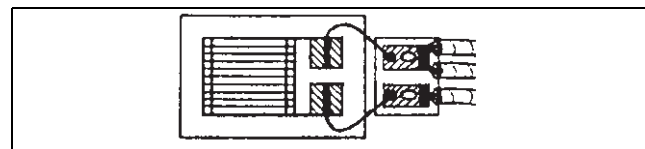

Abb. 4 - Anwendung von Typ "S" für eine 3-Leiterverdrahtung
8. Lötstützpunkte des Typs "S" (Abb. 4) sind eine besondere Konstruktion. Die ovale Aussparung in der Mitte der Kupferfolie sorgt für eine weitgehende thermische Isolation der beiden Lötunkte, kabelseitig und auf der Seite der Verbindungsdrähtchen zum DMS. Diese Lötstützpunkte sind besonders dann empfehlenswert, wenn mehrmals an- und abgelötet werden muss. Wenn es aber auf Ermüdungsfestigkeit bei zyklischer Belastung ankommt, sind diese Lötstützpunkte ungünstig.